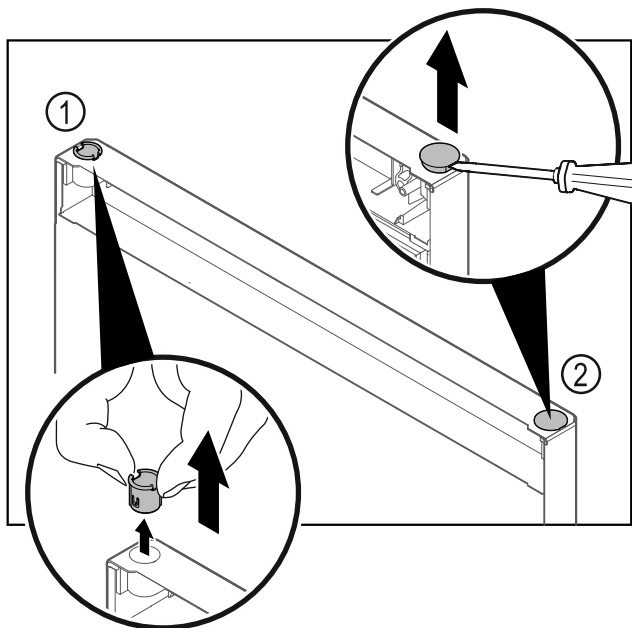

Fig. 11
- Pirštais ištraukite šarnyrinę įvorę Fig. 11 (1).
- Dengiamąjį kamštį Fig. 11 (2) atsargiai pakelkite išdrožiniu atsuktuvu ir jį ištraukite.